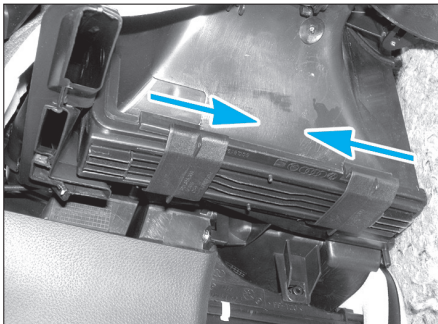

Fig. 1
- Comprimer les ergots de fixation du couvercle du filtre à air d'habitacle (Fig.1).